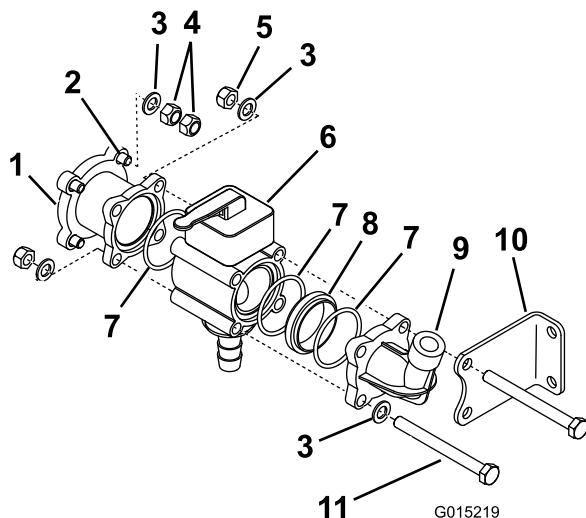

Figura 7
9. Coloque arandelas sobre las varillas que no pasan por el soporte de montaje izquierdo, y enrosque una contratuerca en el extremo izquierdo de cada varilla (Figura 7).
10. Instale el adaptador reductor de la bolsa de piezas sueltas sobre las varillas roscadas (Figura 7).
11. Instale una arandela y 2 contratuerca en el extremo derecho de cada una de las 4 varillas roscadas para sujetar el adaptador reductor al conjunto de válvulas de desvío de los brazos (Figura 7).
13. Monte provisionalmente el conjunto de la válvula manual usando la válvula manual, una junta tórica, un adaptador de las piezas sueltas, una junta tórica y el acoplamiento acodado que retiró anteriormente (Figura 7).
14. Coloque arandelas y pernos en los 2 taladros delanteros (extremo exterior del soporte de montaje) de la válvula manual pre-ensamblada para sujetar todo en su sitio (Figura 7).
15. Instale la válvula manual con 2 de las arandelas y pernos, e instale, pero no apriete, una arandela y una contratuerca en el otro extremo de cada varilla (Figura 7).